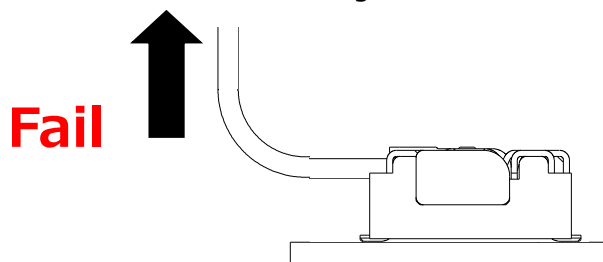

Fig.3
- ・図 3 のようにケーブルを引っ張り上げ、コネクタの抜去を行わないでください。
- ・Do not pull up the cable to withdraw the plug connector as shown in Fig. 3.